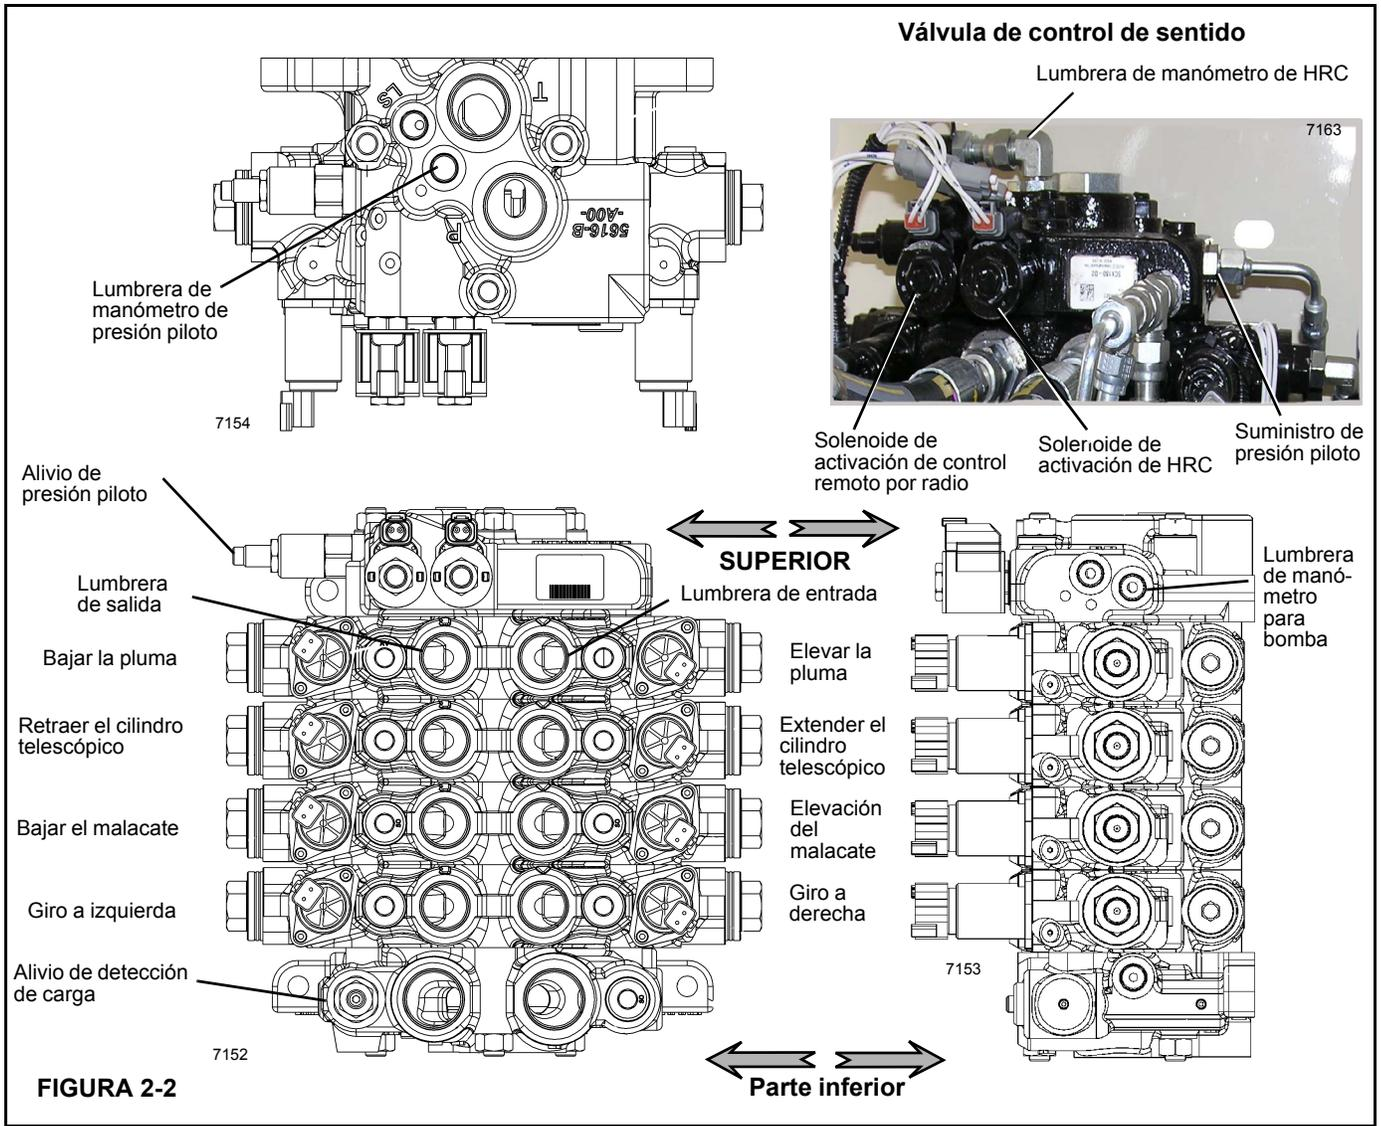

FIGURA 2-2
- se energiza el solenoide de habilitación de HRC en la DCV (Figura 2-2).
La presión de alivio para ambos circuitos hidráulicos de malacate y elevación es controlada por la válvula de detección de carga ubicada en la válvula de control de sentido (Figura 2-2); esta válvula de alivio no es ajustable.
1. Instale un manómetro de presión hidráulica en la lumbrera del medidor de bomba en la válvula de control de sentido (Figura 2-2).